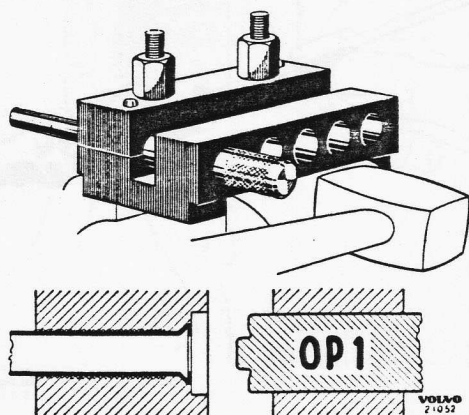

Bild 7-34. Bremsleitung umbördeln
4. Dorn OP 1 in Vorrichtung stecken. Dorn mit Kupferhammer bis zum Anschlag hineinschlagen. Die Kanten des Rohres sind dann umbördelt wie in Bild 7-34 gezeigt.